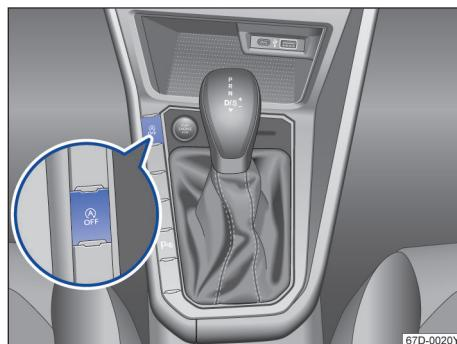

图 90 启停系统按钮
- 按两次按钮  → 图 90。
- 按下按钮  → 图 90。